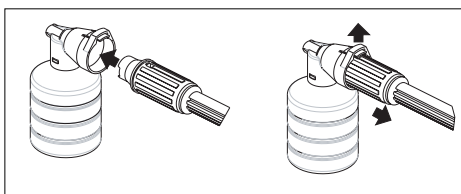

Figure 12 – Tourner la lance afin d'obtenir une configuration éventail large.
5. Pour les applicateurs de détergent qui s'ajustent au bout de la lance, tourner la lance au réglage de configuration éventail large. (**L'aspiration de détergent ne fonctionnera pas si la lance est réglée à une configuration étroite**). Brancher l'applicateur au bout de la lance. S'assurer que le branchement soit sûr. (Voir figure 12.)